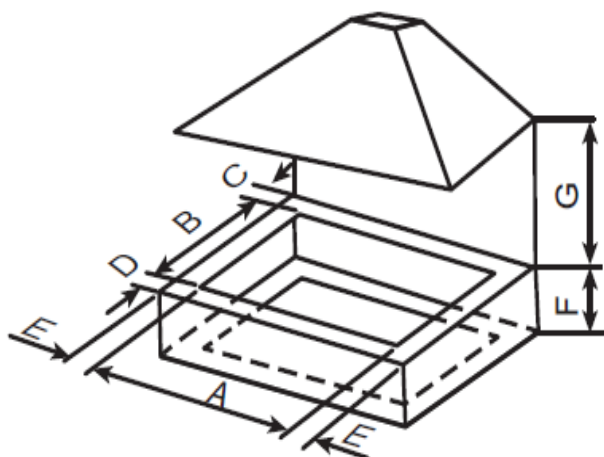

Fig.4
- Il piano di cottura può essere installato in qualsiasi ripiano con uno spessore di 40~50 mm, con eventuali superfici sospese o cappe a non meno di 750mm di distanza dalle piastre di cottura. Fissa in posizione come da Fig. 4. Se monti un'unità di collegamento da 600mm sopra il piano cottura da 700mm, i lati degli armadi adiacenti possono essere inferiori a 760mm fino a 334mm purché resistenti a calore e vapore. Il piano è dotato di una speciale guarnizione che impedisce al liquido di entrare nel mobile. Segui queste istruzioni per installare questa guarnizione in modo corretto: